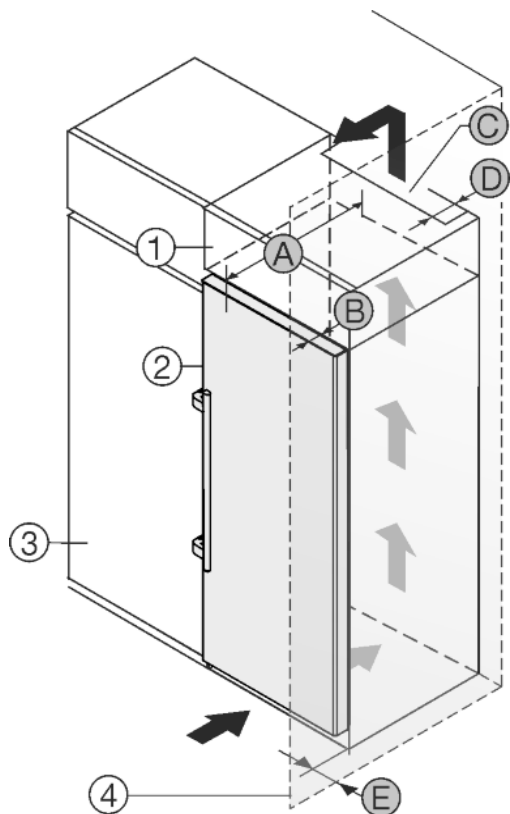

Fig. 20
Устройство может быть окружено кухонными шкафами. Чтобы уравнять устройство Fig. 20 (2) по высоте с кухонной стенкой, можно установить над устройством дополнительный шкафчик Fig. 20 (1).
Установить устройство можно непосредственно рядом с кухонным шкафом Fig. 20 (3). Чтобы можно было полностью открыть двери, устройство должно выступать на глубину Fig. 20 (B) относительно передней стенки кухонного шкафа. В зависимости от глубины кухонных шкафов и использования пристенных распорок устройство может выступать и больше.
- На задней стенке дополнительного шкафчика должен быть вентиляционный канал с глубиной Fig. 20 (D) по всей ширине этого шкафа.
- Нужно соблюдать вентиляционное отверстие Fig. 20 (C) под нижней панелью.
Если устройство установлено на шарнирах у стены Fig. 20 (4), то нужно соблюдать расстояние Fig. 20 (E) между устройством и стеной. Настолько выступает ручка при открытой двери.